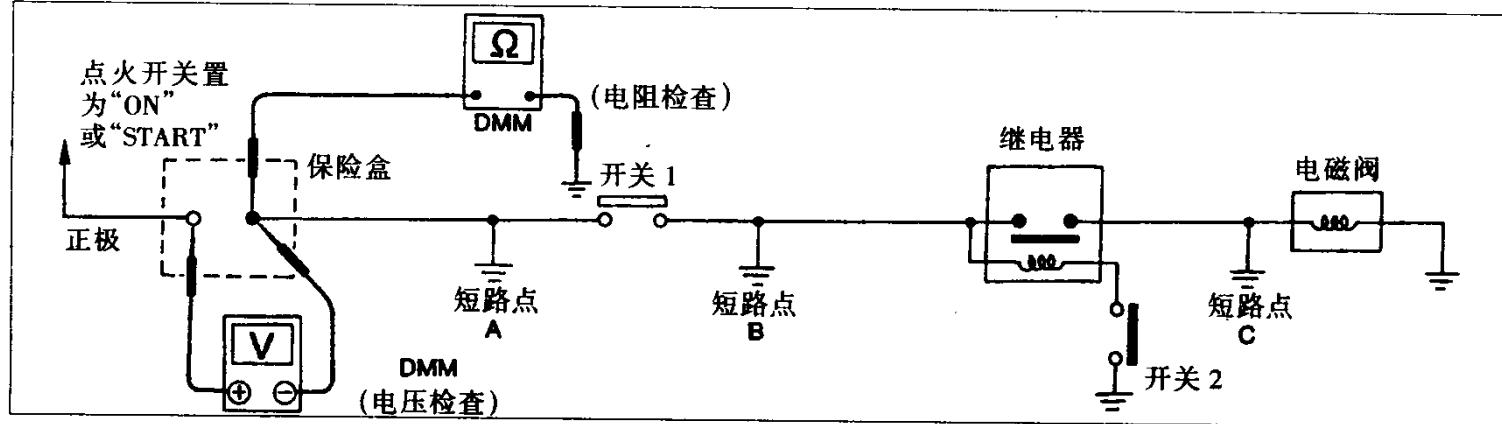

图 1-3-9
- (1) 用欧姆表检查应拆开电瓶负极线。
- (2) 断开电路中的负荷进行检测，见图1-3-9。